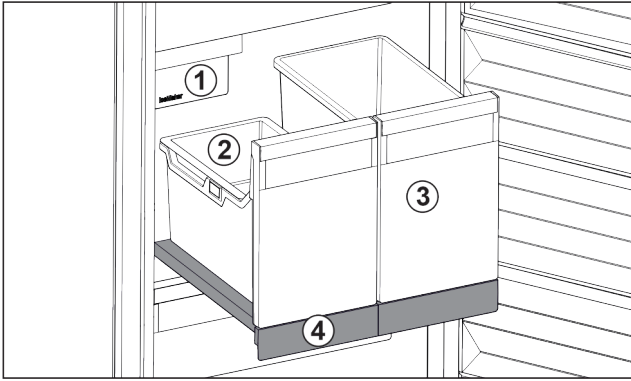

Fig. 79 Uitschuifplateau met IceTower
- (1) IceMaker
- (2) Inhangschalen voor ijsblokjes
- (3) Bakken voor bijv. pizza, alcoholische dranken
- (4) Uitschuifplateau
Op het uitschuifplateau bevinden zich twee hoge bakken (IceTower). In de bak Fig. 79 (2) worden ijsblokjes uit de IceMaker verzameld en bewaard. Bak Fig. 79 (3) is geschikt voor het bewaren van hoge levensmiddelen zoals pizza's of alcoholische dranken.